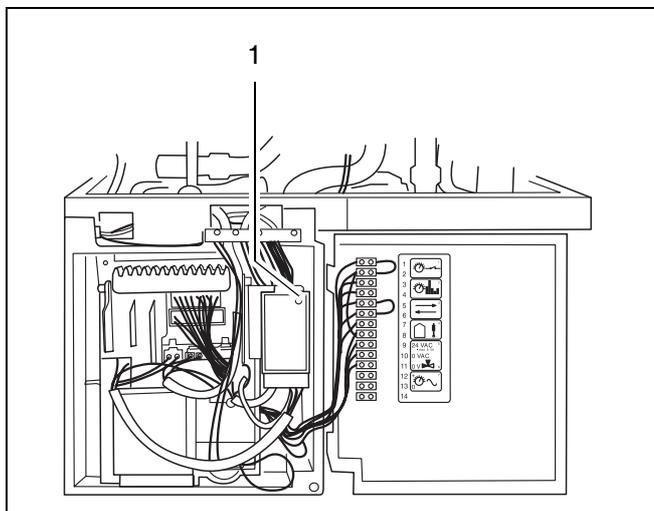

Fig. 10 Aprire l'involucro dell'UBA
- Aprire il quadro di collegamento alla rete svitando la vite (fig. 10, pos. 1).